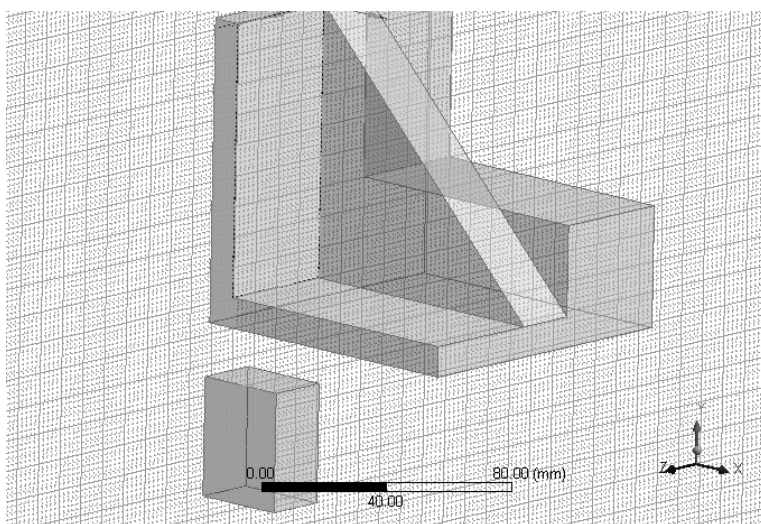

图 2-36 Grid 栅格
(1) 在 Settings (设置) 菜单下选择 Grid 命令, 使 Grid 图标处于凹陷状态同时在后面生成 Show in 2D: 和 Snap: , 勾选 使其处于选中状态 Show in 2D: ☒ Snap: ☒ , 此时用户交互窗口出现如图 2-36 所示的栅格。